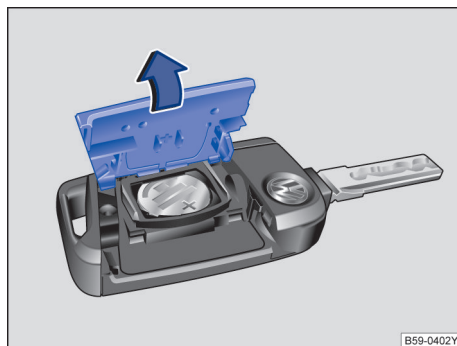

图 49 汽车钥匙：打开电池盒盖
- 用一合适的器具（例如，硬币）沿 →图 49 箭头方向拆下汽车钥匙后侧的盖板。
- 安装电池盖板，然后沿 →图 49 箭头相反方向将其扣到汽车钥匙上，直至其卡定。